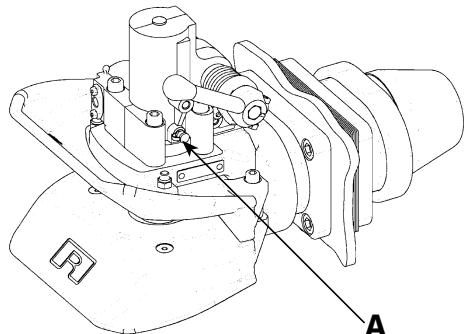

Fig. 5
- Ingrassate l'unità automatica attraverso il punto di lubrificazione (A) con gancio aperto (v. fig. 5). È possibile un collegamento all'impianto di lubrificazione centralizzata. Il supporto è lubrificato a vita.